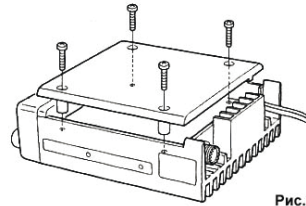

Рис.1
- (1) Выключите питание, затем отсоедините кабель питания.
- (2) Удалите четыре винта, снимите нижнюю крышку корпуса. (рис.1)